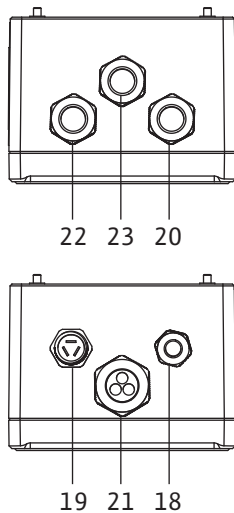

Fig. 20: Káblové prechodky
2. Uvoľníte skrutkový spoj 19 (Fig. 20) na regulačnom zariadení.